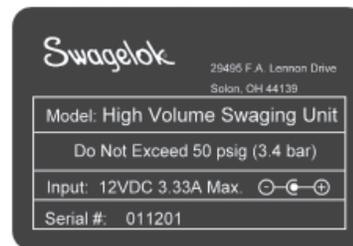

図 2 : 定格ラベル
3. 問い合わせなどの際に必要なため、HVSU 背面の定格ラベルに記載の型式番号、シリアル・ナンバーを書き留めておきます (図 2)。